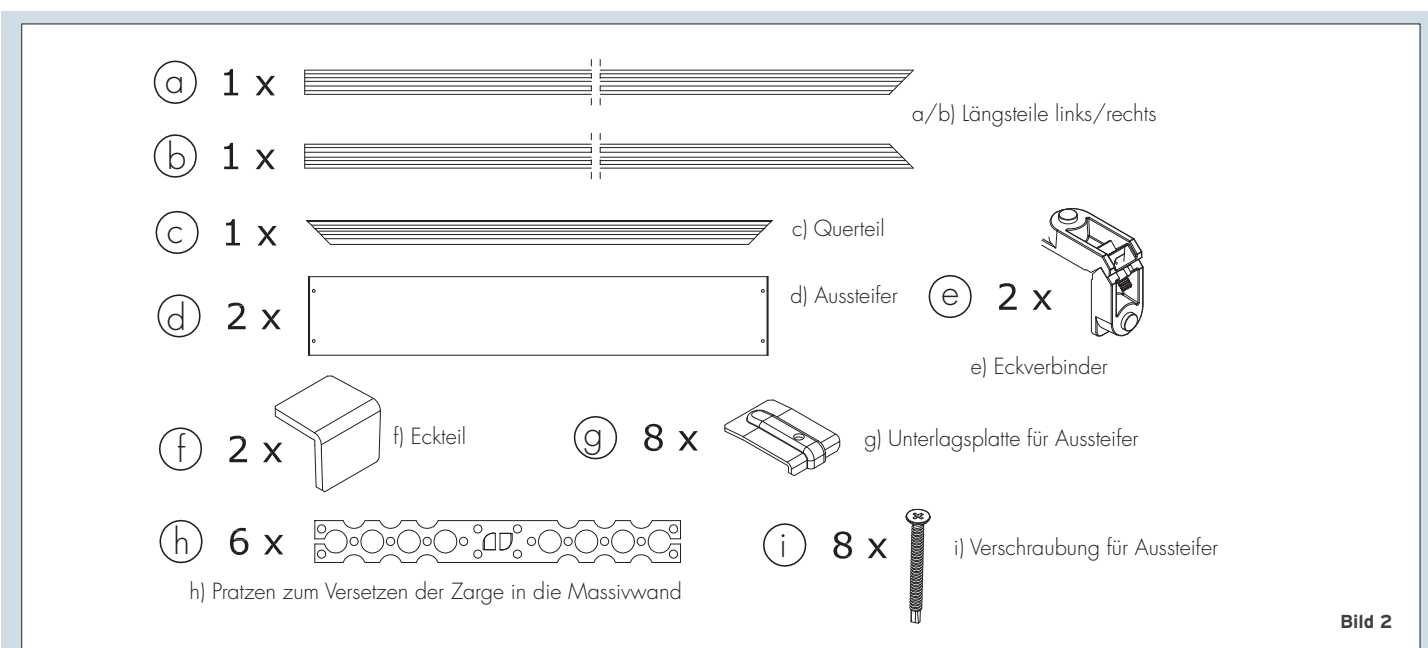

Bild 2
2. Auflistung der Einzelteile (Bild 2).